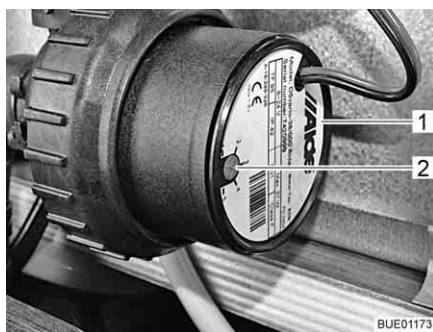

Bild 181 Varvtalsreducering
Med vridregulatorn (Bild 181,2) kan cirkulationspumpens varvtal ställas in. Vid lägre varvtal går pumpen tystare.
Vridregulatorn sitter på cirkulationspumpen (Bild 181,1).
- Vrid vridregulatorn (Bild 181,2) moturs. Effekten reduceras.